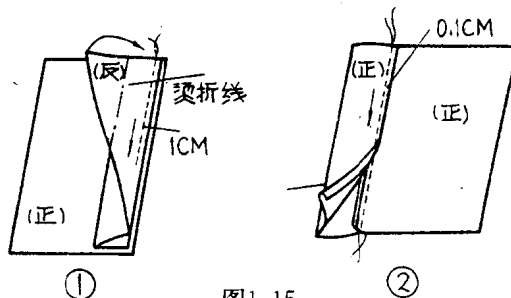

图1-15
- (1)来缝:先将衣片反面迭合,沿边缉第一道线。
- (2)去缝:缝合后翻转,缝边扣齐,正面迭合沿翻折边缉第二道线。
5、咬缝 见图1-15